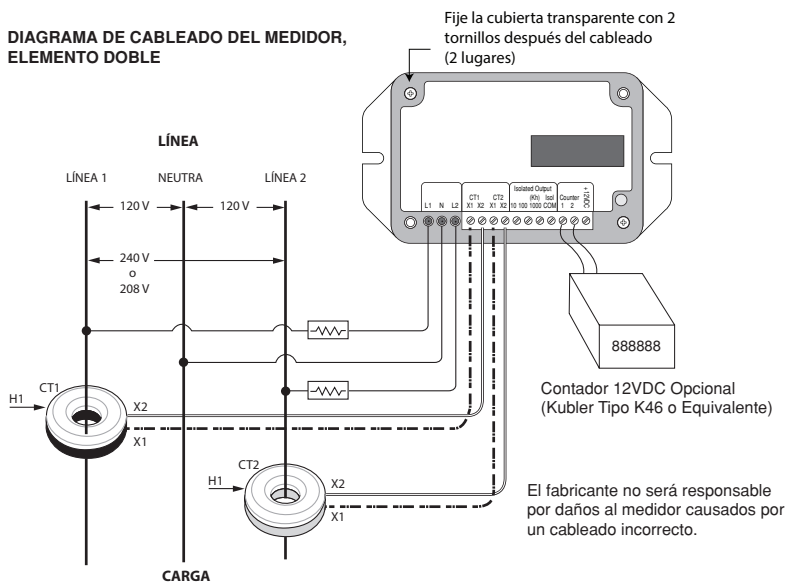

Figura 5 – Diagrama de conexión del Medidor con Elemento Único y Elemento Doble
5. Siguiendo todos los códigos eléctricos nacionales y locales, conecte los cables a las ubicaciones adecuadas en el centro de carga. Los cables deben estar apretados de tal manera que se mantengan ajustados en su lugar, pero no debe apretarlos en exceso ya que esto puede comprimir y debilitar el conductor. Consulte la figura 5 para el diagrama de cableado del medidor.
**NOTA:** Si no se instalan los CTs en la orientación correcta y la fase correcta, esto dará como resultado lecturas del medidor inexactas. El diagrama de cableado del medidor se muestra en la Figura 5.